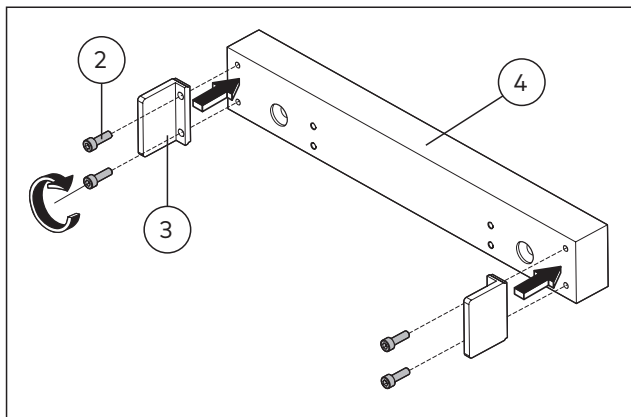

Abb. 9 Stirnabdeckungen montieren
2. Die Stirnabdeckungen an die Anschraubplatte schrauben (Abb. 9).